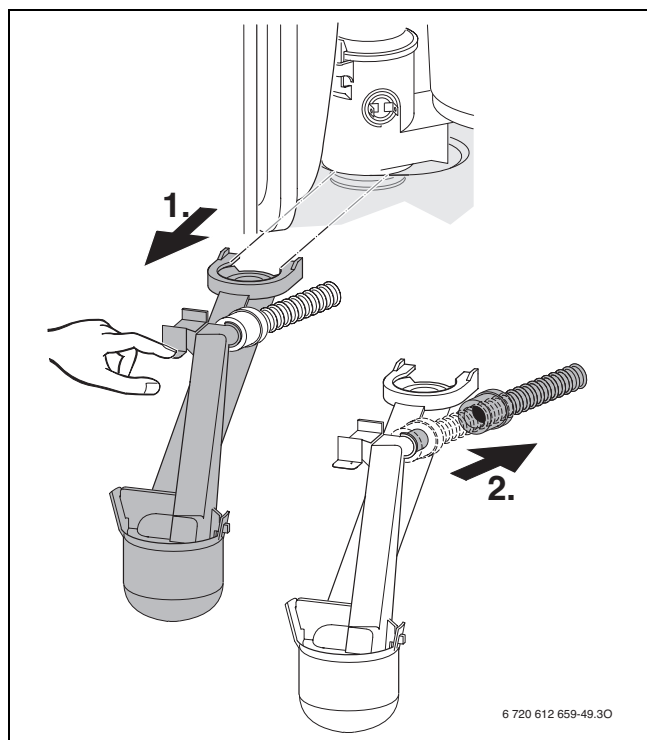

Bild 78
- Kondensatsiphon ausbauen (→ Bild 78) und geeignetes Gefäß unterstellen.